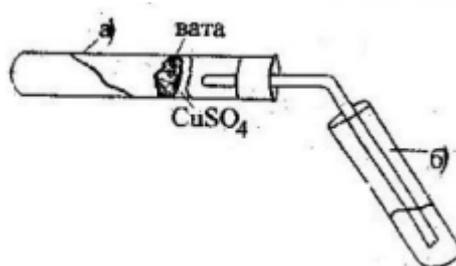

Рис. 13. Открытие углерода и водорода
Оборудование: пробирки, пробка с газоотводной трубкой, вата, сухое горючее. Для проведения эксперимента в пробирку «а» (рис. 13) насыпают черного порошка оксида меди (II) на высоту около 10 мм. Добавляют одну лопаточку сахарозы, тщательно перемешивают, энергично встряхивают пробирку. В верхнюю часть пробирки «а» вводят в виде пробки небольшой комочек ваты. Насыпают на вату тонкий слой белого порошка - безводного медного купороса. Закрывают пробирку «а» пробкой с газоотводной трубкой. При этом конец трубки должен почти упираться в вату с CuSO_4 . Нижний конец трубки помещают в пробирку «б», предварительно наливают в нее около 1-2 мл известковой воды. Конец газоотводной трубки должен быть погружен в известковую воду.